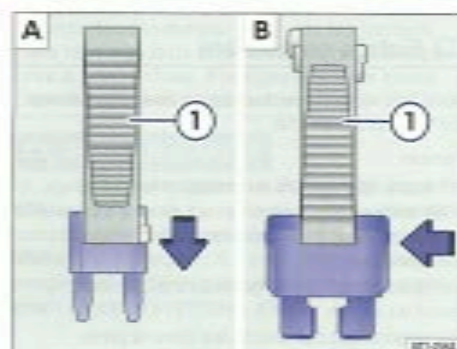

Fig. 224 Retrait ou mise en place d'un fusible à l'aide de l'agrafe de la pince en plastique .
- Le cas échéant, retirez la pince en plastique $\Rightarrow$ fig. 224 du cache de la boîte à fusibles.
- Pour les petits fusibles, engagez l'agrafe par le haut $\Rightarrow$ fig. 224 A.
- Pour les fusibles de plus grande taille, faites glisser l'agrafe $\Rightarrow$ fig. 224 latéralement sur le fusible B.
- Pour les fusibles de plus grande taille, faites glisser l'agrafe latéralement sur le fusible $\Rightarrow$ fig. 224 B.